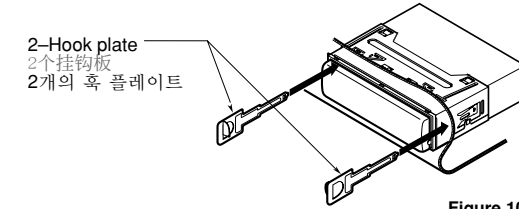

Figure 10 / 图 10 / 그림 10
4. Insert and lock the hook plates. (Figure 10)
4. 插入并锁定挂钩板。(图 10)